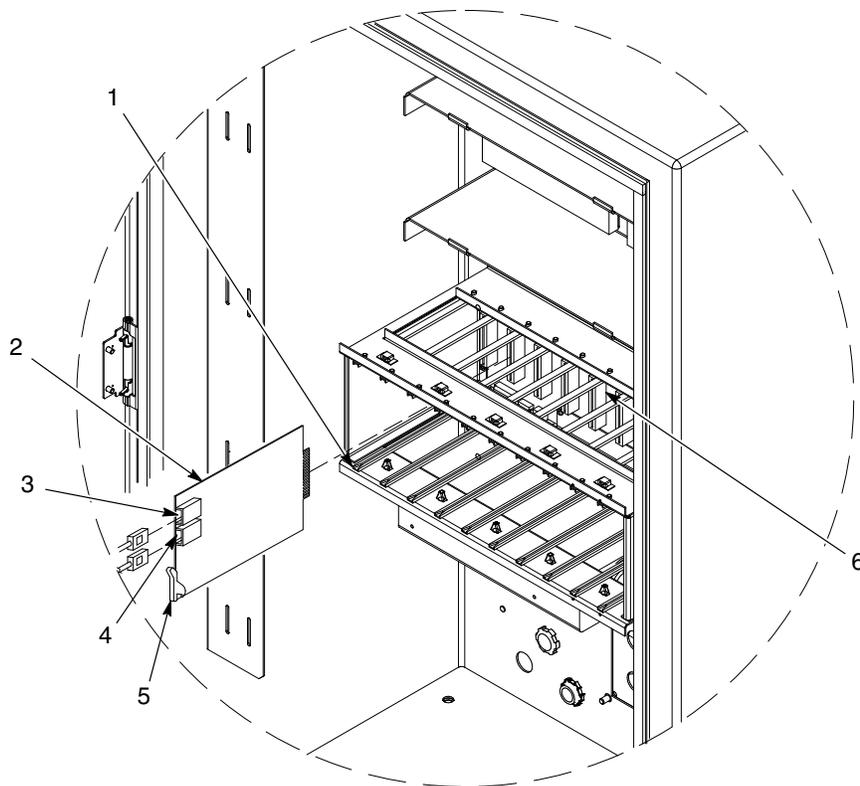

Abb. 5-3 Pistolensteuerungskarte ersetzen
Siehe Abb. 5-3. Die Pistolensteuerungskarten (2) werden im Platinengehäuse von links nach rechts installiert. Jede Karte steuert zwei Pistolen: die untere Buchse an der Karte ist die ungerade Pistolenummer, die obere Buchse die gerade Pistolenummer.